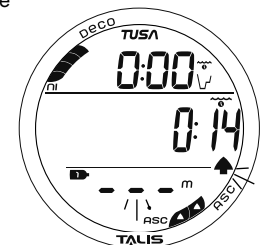

Abb. 68 - DV3-HAUPTDISPLAY
**DV3-Hauptdisplay,** Informationen beinhalten (Abb. 68):